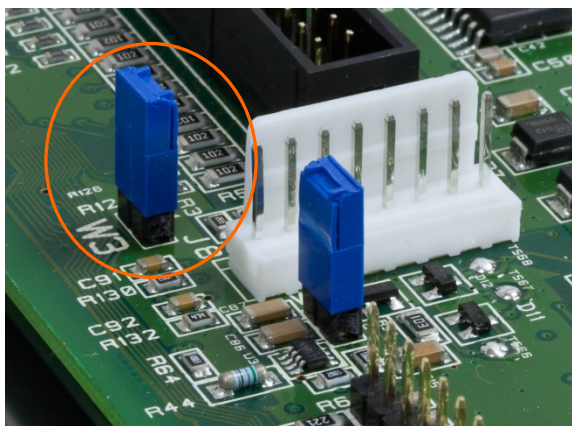

Figura 3-25: Ponticello W3 sulla scheda madre analogica del terminale IND560x
- **IMPORTANTE:** l'opzione IND560x-PAB funzionerà solo con una revisione specifica della scheda madre analogica del terminale IND560x. La versione corretta della scheda madre analogica può essere identificata con la presenza del ponticello W3, collocato nella modalità mostrata nella Figura 3-18, ed indicata nella Figura 3-25. Se il ponticello W3 non è presente sulla scheda madre, allora tale scheda madre non è compatibile con IND560x-PAB.